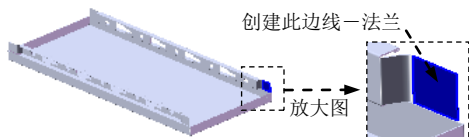
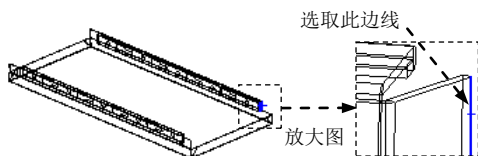

图 17.6.53 创建边线—法兰 22
图 17.6.54 定义特征的边线
Step26. 用相同的方法创建另一侧的边线—法兰 22 (图 17.6.53), 边线法兰的边线如图 17.6.54 所示。详细操作过程参见 Step20。